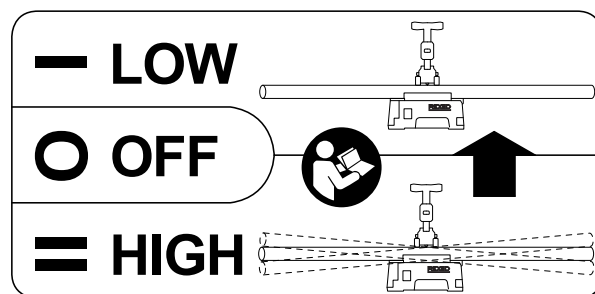

Figure 8 – Etiquette de vitesse de rotation
7. Positionnez la pédale de commande comme indiqué à la *Figure 8* afin d'assurer une position de travail appropriée.
Ce coupe-tube électrique offre deux régimes de rotation – « LOW » (basse vitesse) et « HIGH » (haute vitesse) comme indiqué à la Figure 8.